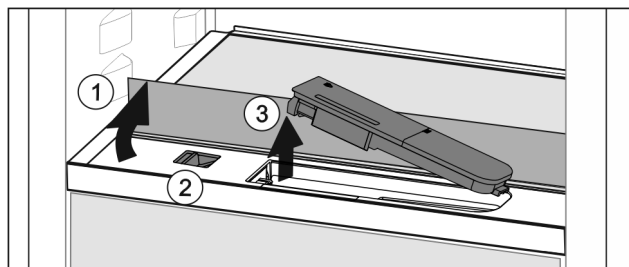

Fig. 35
- ▶ Skleněnou desku nadzvedněte a zaklapněte dozadu až na doraz Fig. 35 (1).
- ▶ Posuvník Fig. 35 (2) posuňte doleva.
- ▶ Vyjměte nádržku na vodu Fig. 35 (3).